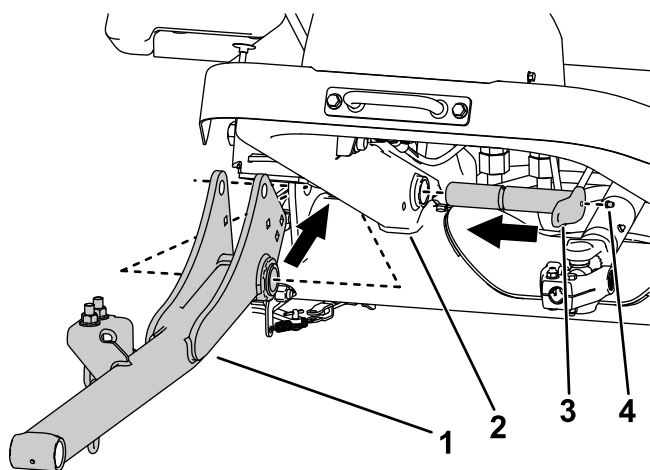

図6
- 大きいピン2本を使用して昇降アームをマシンのフレームに取り付ける **図6**。
- 大きいピンにグリスフィッティングを取り付ける **図6**。